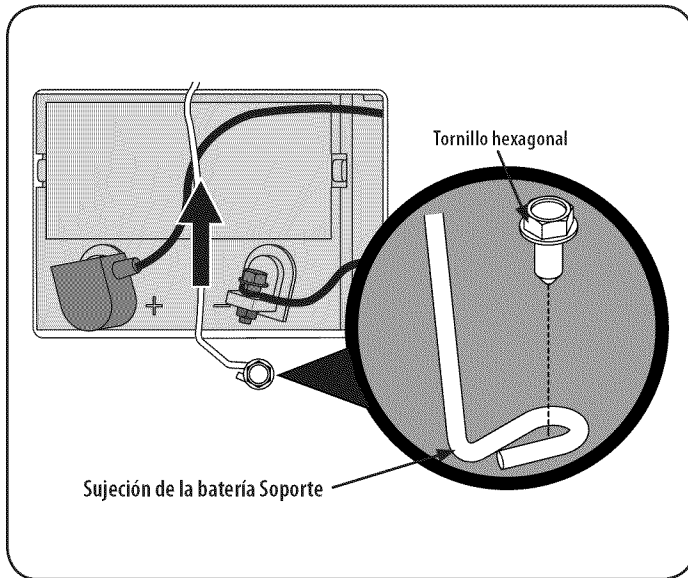

Figura 22
1. Quite los dos tornillos autorroscantes hexagonales del soporte de sujeción de la batería y retire el soporte. Preste atención para no perder el fleje de compensación de la base del soporte. Vea la Figura 22.